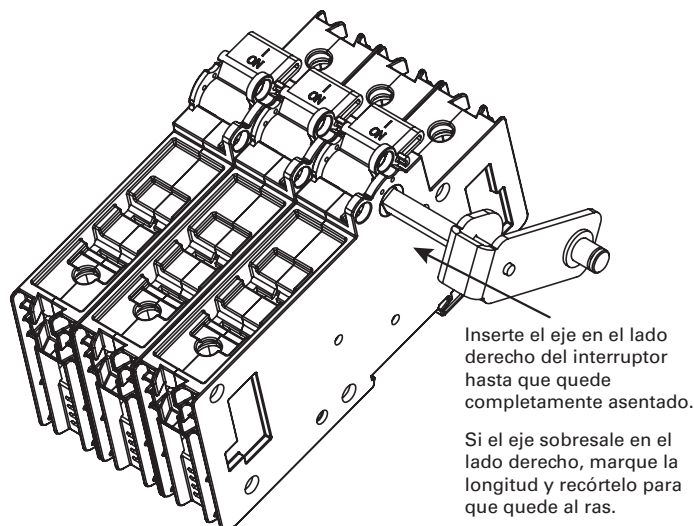

Fig. 2-1. Ajuste el eje.
- Paso 1.** Compruebe el ajuste del eje en el lado derecho del interruptor insertándolo hasta que esté completamente asentado (vea la Fig. 2-1). Si el eje sobresale más allá del lado izquierdo, marque y recorte el eje con una sierra de arco. Retire las rebabas con una lima de metal.